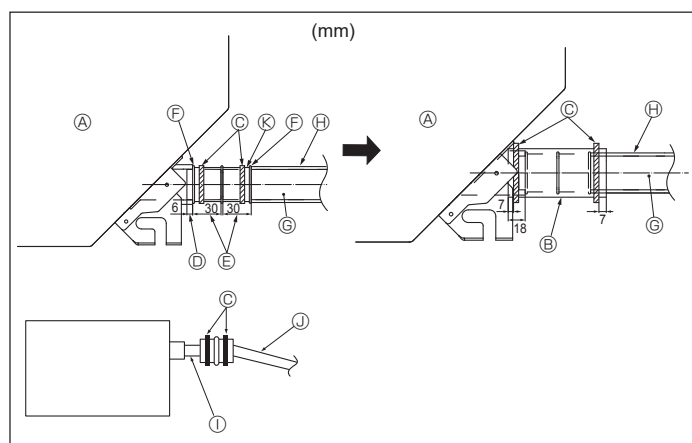

Fig. 3-2
1. Raccorder la prise d'écoulement (fourni avec l'appareil) au port de drainage. (Fig. 3-2) (Apposer le tube à l'aide de ruban adhésif en PVC puis le fixer avec une sangle.)